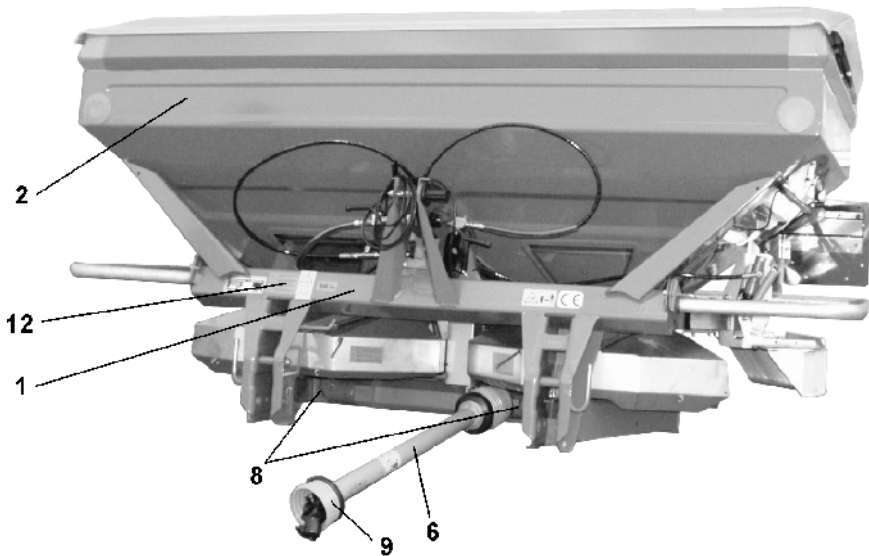

Fig. 3
- Rahmen (Fig. 3/1)
- Behälter (Fig. 3/2)
- Gelenkwelle (Fig. 3/6)
- Wellenschutz zwischen Mittel- und Winkelgetriebe (Fig. 3/8)
- Gelenkwellenschutz (Fig. 3/9)
- Sicherheitssymbole (Warnbildzeichen) (Fig. 3/12)